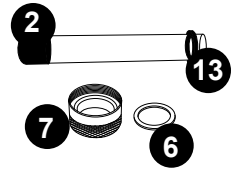

Abbildung 6
6. Entfernen Sie die Quarzdichtungsmutter (7) durch Drehen **entgegen dem Uhrzeigersinn**, Abb. 3. Benutzen Sie, falls notwendig, eine Wasserpumpenzange, Abb. 5. Sie werden bemerken, dass dort eine Unterlegscheibe (6) vorhanden ist, die über das Quarzrohr gleitet. Bewahren Sie die Unterlegscheibe (6) für späteren Gebrauch auf, Abb. 6. Dort befindet sich ebenfalls ein schwarzer Dichtungsring (13). Fassen Sie den schwarzen Dichtungsring, und entfernen Sie das Quarzrohr langsam und vorsichtig.